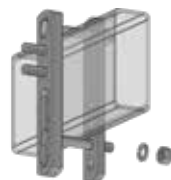

Figure 9
2. Insérez le deuxième boulon de 1/2 po x 3 1/2 po à travers le trou ouvert situé le plus près du fond du châssis de la remorque. (Figure 9)